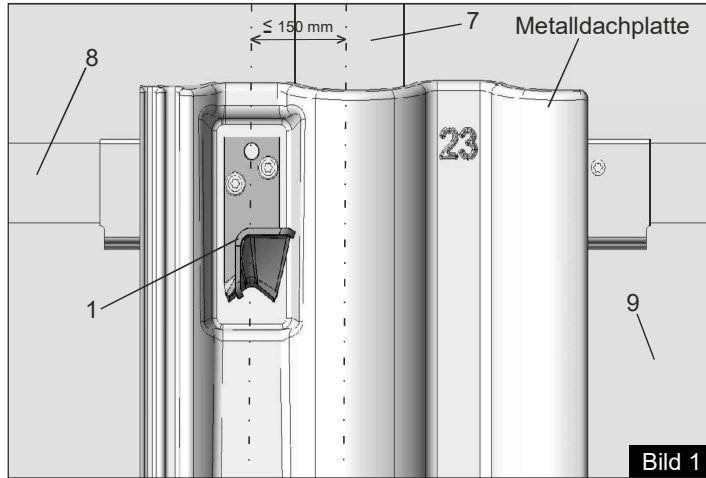
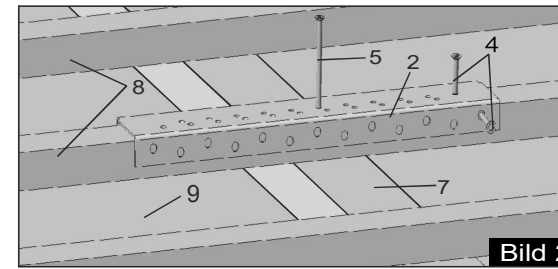

Bild 1
Bild 2
- (6) Unischraube 5,5 x 60 mm mit Polyscheibe
- (7) Konterlatte min. 4/6 cm
- (8) Min. Dachlatte 3/5 cm max. Dachlatte 4/6 cm
- (9) Aufsparrendämmung
- Position des Aufdachmodulhalters mit Metalldachplatte so festlegen, dass zwischen Halteelement (1) und der Konterlattenmitte ein Abstand von 150 mm nicht überschritten wird. (Bild 1)
- Verstärkungsschiene (2) mittig zur Konterlatte auf die Dachlatte auflegen.
- Verstärkungsschiene (2) horizontal verschieben bis das Langloch des Stützelements (3) mit einem Loch der Verstärkungsschiene (2) übereinstimmt. Verstärkungsschiene (2) mit einer Schraube (4) in Fallinie fixieren. (Schraube (4) alternativ auch von oben schraubbar). (Bild 2)
- Aufdachmodulhalter mit Metalldachplatte nochmals abnehmen und die Verstärkungsschiene (2) mit Schraube (5) an der Konterlatte verschrauben. (Bild 2)